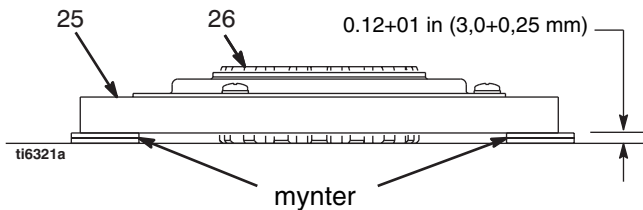

FIG. 8
1. FIG. 8. Legg to stabler med to mynter på en glatt arbeidsbenk.
2. Legg spolen (25) på de to stablene med mynter.
3. Press navets senter (26) ned mot benkens overflate.